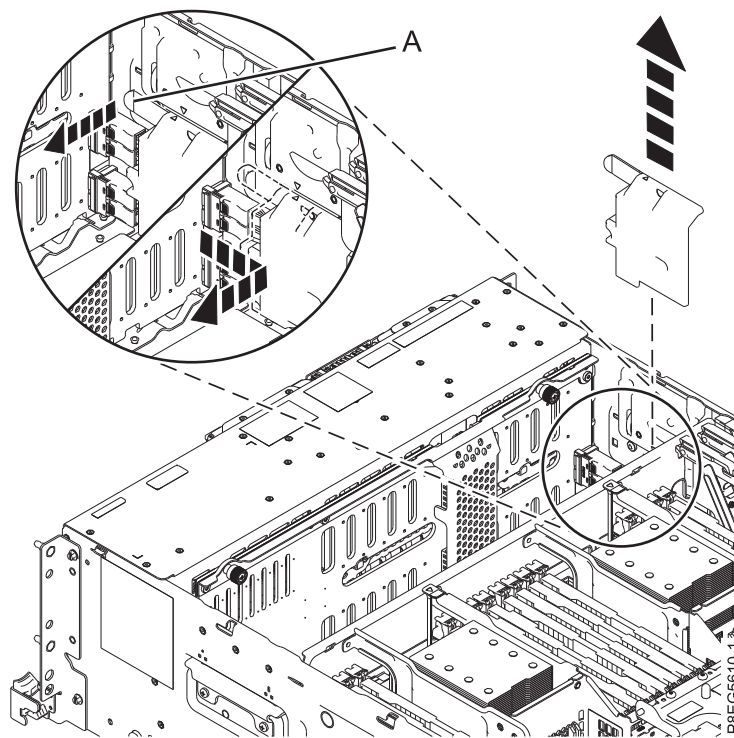

図 13. SAS ケーブル・カバーの取り外し
3. 前面 SAS ケーブルからカバーを取り外します。ハンドル (A) をつかみ、システムの側面から引き離してから、図 13 に示すように、カバーを後方にスライドさせて取り外します。